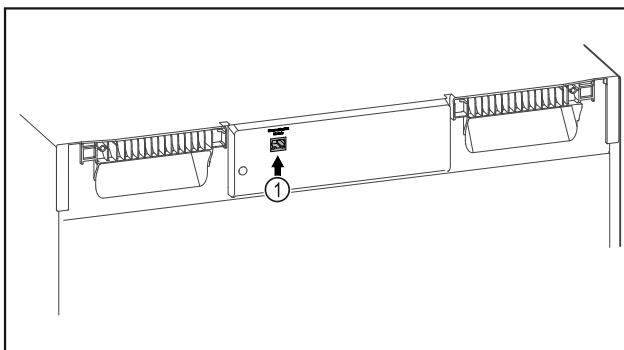

Fig. 114
- El SmartModule Fig. 114 (1) está colocado.